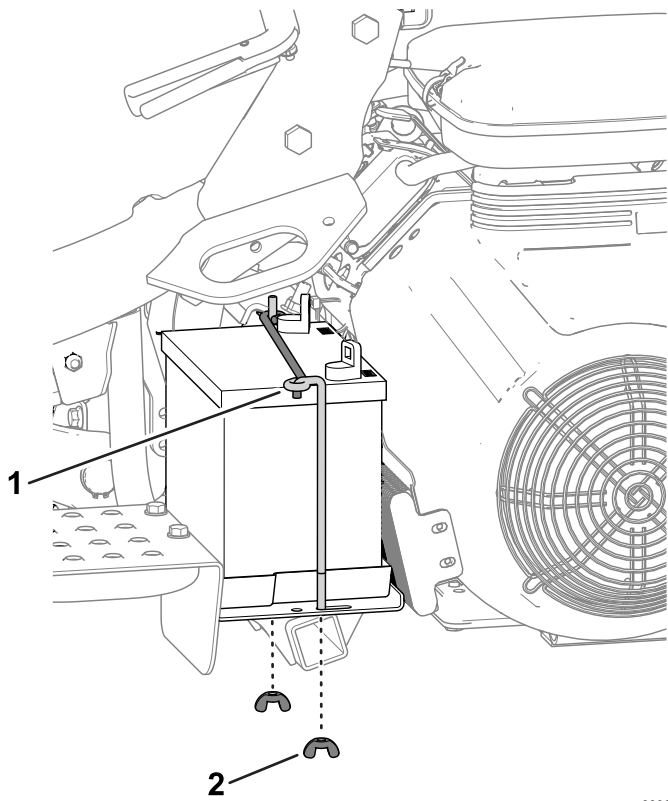

图 39
2. 拆下将电池固定到平台图 39上的蝶形螺帽和杆然后提起电池。
5. 将电池放在电池托盘上用之前拆下的固定杆和紧固件固定图 39。